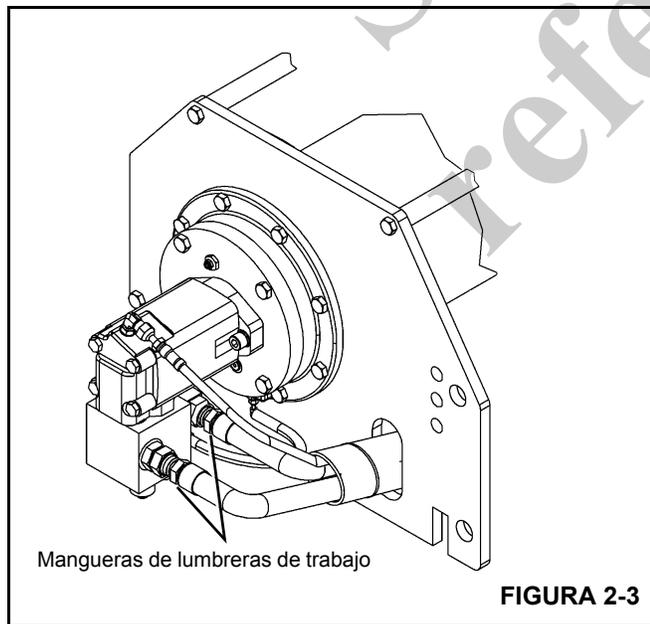

FIGURA 2-3
1. Desconecte las dos mangueras de las lumbreras de trabajo del motor del malacate (Figura 2-3) y tapone las lumbreras del motor.